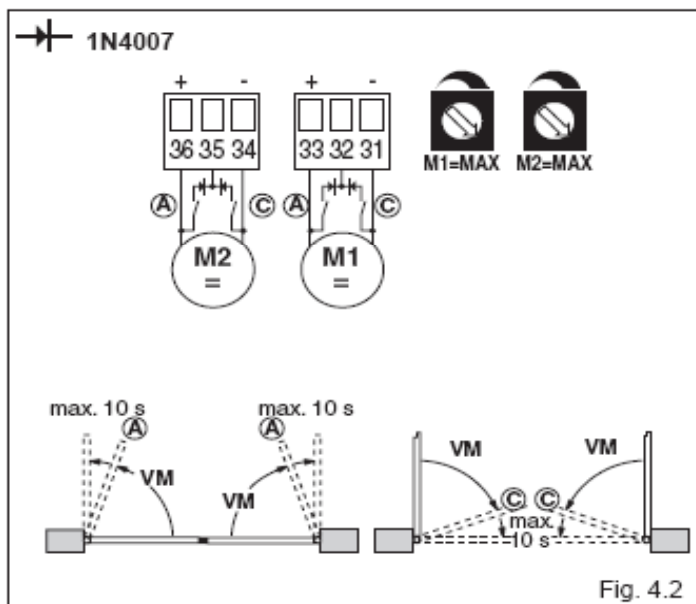

Fig. 4.2
• (rys.4.2) **Zastosowanie wyłączników zwalniania**